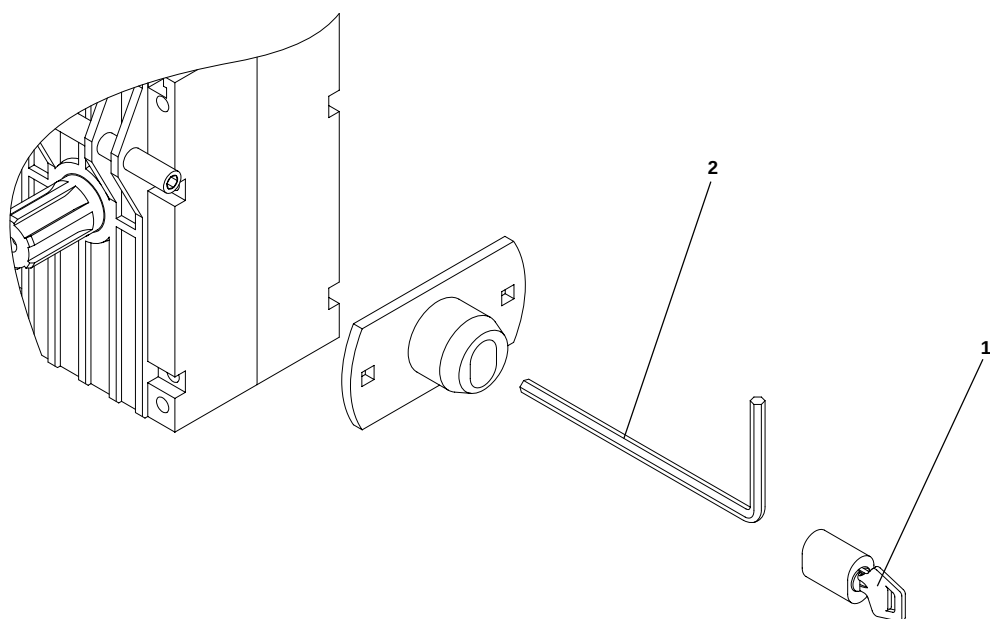

Fig.13
7.3 Sblocco esterno con chiave personalizzata (fig. 13) Levare il blocchetto con la chiave personalizzata 1. Sbloccare tramite la chiave a brugola 2.
7.3 External release with personalized key (fig. 13). Remove the block with the personalized key 1. Release by using the Allen screw 2.
7.3 Déblocage extérieur avec clé personnalisée (fig. 13)
7.3 Desbloqueo exterior con llave personalizada (fig.13). Quitar el cilindro con la llave personalizada 1. Desbloquear mediante llave "allen" 2.